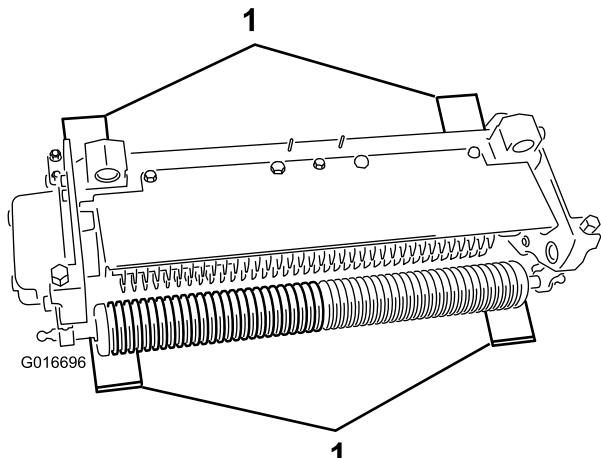

Figure 9
2. Placez 4 gabarits, réglés à la profondeur de pénétration des lames au-dessous du sol correcte, sous le rouleau avant et le rouleau arrière du défouleur (Figure 9).